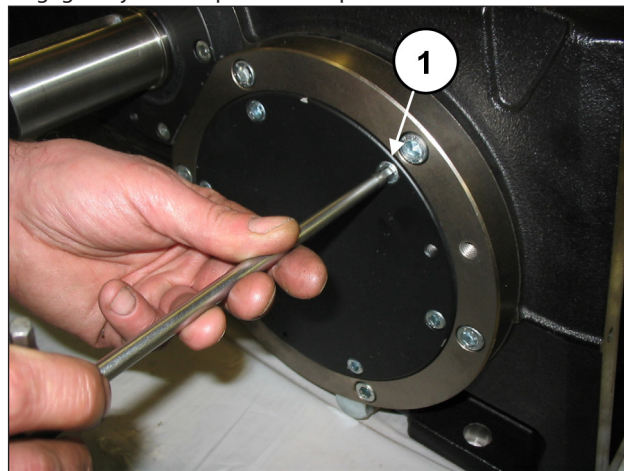

Fig. 10
Démonter ensuite les deux caches roulement en dévissant leurs vis respectives (rep. ①, Fig. 10).